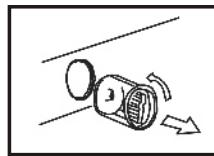

Figure 2
- 2) Dévissez le filtre en le tournant dans le sens contraire des aiguilles d'une montre (Figure 2) ;